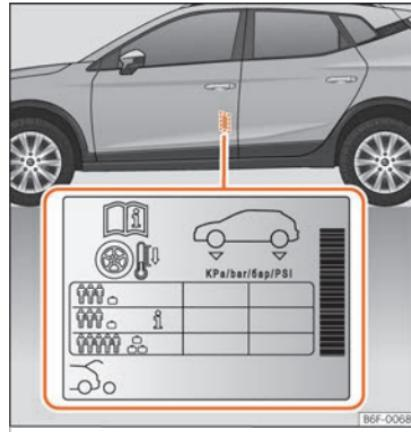

Fig. 206 Ubicación del adhesivo de la presión de inflado de los neumáticos.
- Adapte la presión de los neumáticos a la carga que lleva el vehículo »» **fig. 206**.
Los valores de la presión de inflado se indican en la etiqueta adhesiva situada en la zona posterior del marco de la puerta delantera izquierda »» **fig. 206**.
En función del vehículo, se puede adaptar la presión de inflado de los neumáticos a media carga para aumentar el confort de marcha (presión de inflado **i**) »» **fig. 206**. Cuando se circula con la presión de inflado de confort, puede incrementarse ligeramente el consumo de combustible.
hículo va a ir cargado al máximo, debe aumentar la presión de inflado al valor máximo de carga indicado en la etiqueta adhesiva »» **fig. 206**.
En el caso de una rueda de emergencia minimizada (125/70 R16 o 125/70 R18), inflar a 4,2 bar de presión según se indica en la etiqueta de presión de los neumáticos »» **fig. 206**.
- El conductor es responsable de que todos los neumáticos del vehículo estén inflados a la presión correcta. La presión de inflado recomendada viene indicada en un adhesivo »» **fig. 206**.
- Con los neumáticos en frío, deberá mantenerse siempre la presión indicada en el adhesivo »» **fig. 206**.